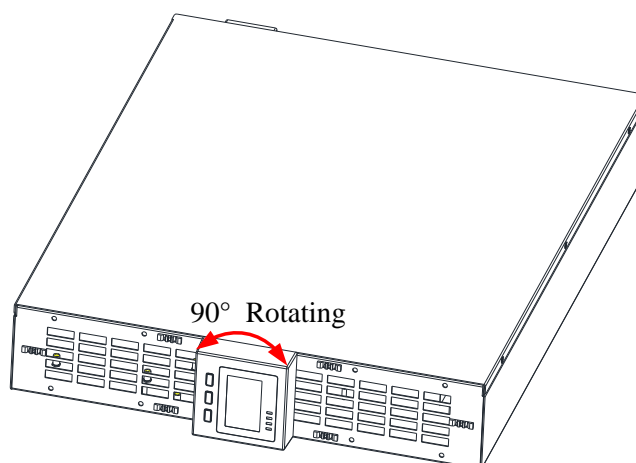

Fig.2-4 Rotation du panneau de commande et d'affichage
2. Tirez doucement sur le panneau de commande et d'affichage, faites-le pivoter de 90 degrés dans le sens des aiguilles d'une montre (1/1)) et remettez-le en position, comme illustré à la Fig.2-4